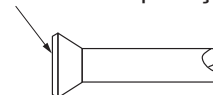

Fig. 15
- Când conectați piulița olandeză, aplicați ester sau eter pe interiorul porțiunii evazate, și rotiți piulița de 3-4 ori cu mâna înainte de a înșuruba. **(Consultați Fig. 15)**